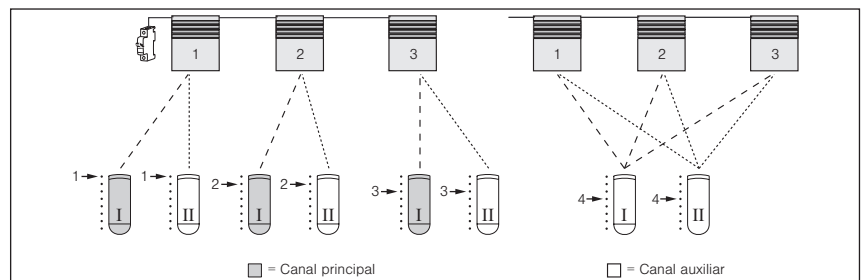

Fig. 56 Se quieren operar tres persianas enrollables (que sólo se pueden desconectar conjuntamente) con dos emisores manuales de 8 canales.
**Activar el modo de programación del receptor 3:** coja el emisor manual (I), seleccione el canal 3, pulse el botón de programación y no lo suelte hasta que la persiana enrollable 3 se mueva una vez.
**Programar el canal 4 del emisor manual (I) como canal auxiliar:** seleccione el canal 4, pulse el botón de programación y no lo suelte hasta que la persiana enrollable 3 se mueva una vez. El canal 4 del emisor manual (I) será ahora un canal auxiliar de la persiana enrollable 3.
**Resultado:** la persiana enrollable 3 ahora se podrá utilizar también con el canal 4 del emisor manual (I).
Ahora podrá operar las tres persianas enrollables de forma conjunta con el canal 4 del emisor manual (I). El siguiente paso es programar los canales auxiliares del emisor manual (II). Para ello debe tener mucho cuidado de activar el modo de programación siempre con el canal principal (en nuestro ejemplo los canales principales están en el emisor manual (I)), véase la Fig. 56, izquierda.